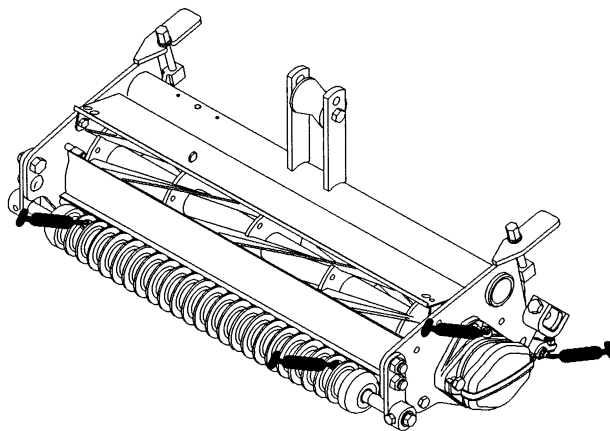

Fig. 5
1. Smøreniplernes placering og antal er: knivcylinder-lejer (2 stk.) samt front- og bagrulle (2 stk. hver) (Fig. 5).